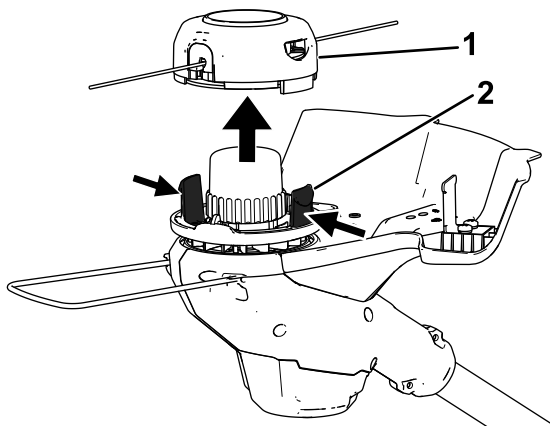

Figura 17
2. Presione simultáneamente las pestañas de ambos lados del cabezal de la desbrozadora y retire la tapa y el carrete (Figura 17).